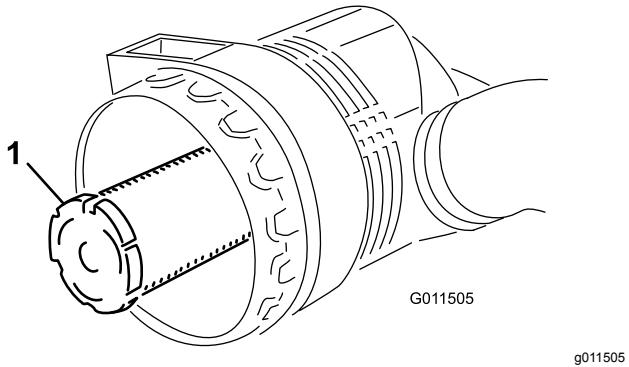

Figura 75
**Importante:** Non cercate mai di pulire il filtro di sicurezza (Figura 75). Sostituitelo con uno nuovo ogni 3 interventi di manutenzione sul filtro primario.